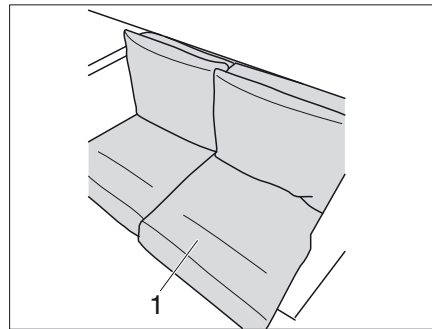

Bild 220 Lägg på dyna
Sittdynan (Bild 220,1) har en plastförstärkning på baksidan.
- Lägg i sittdynan (Bild 220,1) med förstärkning på höger sida.